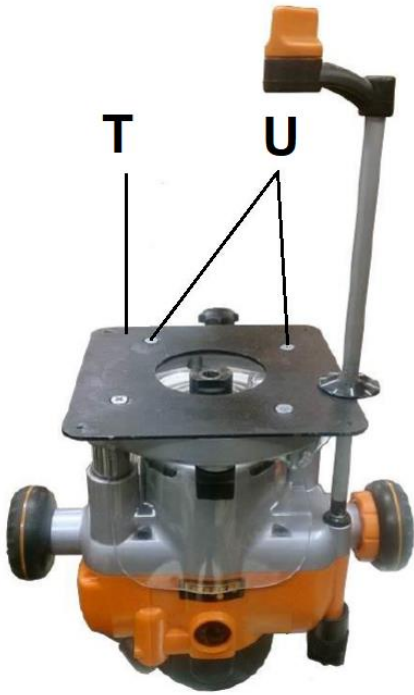
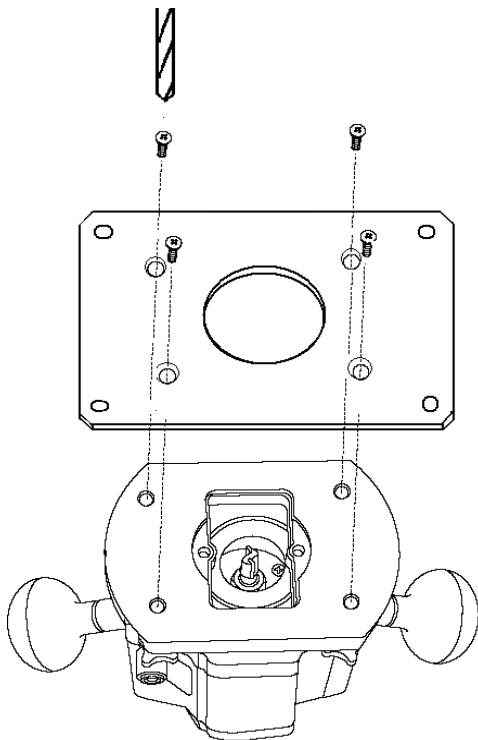

Рис. 5
Рис. 6
#### Прикрепите фрезер (Рис. 5, Рис. 6):
Прикрепите фрезер к установочной пластине (T, Рис. 5) с помощью прилагаемых винтов (U).
Отверстия могут быть просверлены в соответствии с расположением отверстий вашего фрезера (Рис. 6).